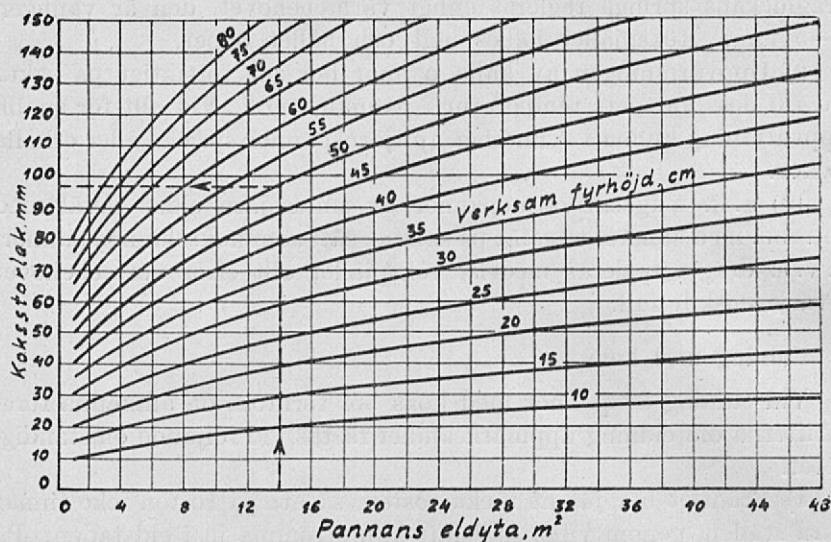

Fig. 5. Diagram utvisande koksens styckestorlek.
2) Tjockleken av den s. k. verksamma fyrhöjden beror på styckenas storlek och storleken av pannans eldyta. Med pannans verksamma fyrhöjd avses avståndet mellan rosten och eldkanalernas mynning i eldstaden. Förhållandet mellan fyrhöjdens tjocklek och koksstyckenas storlek framgår av diagrammet, fig. 5.